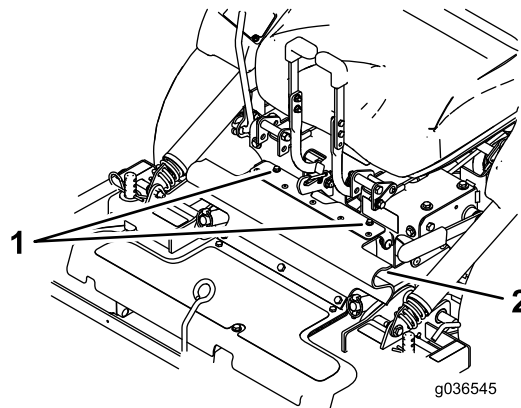

Figura 10
3. Retire los pasadores de horquilla y las chavetas de ambos lados del protector de la TDF (Figura 10).